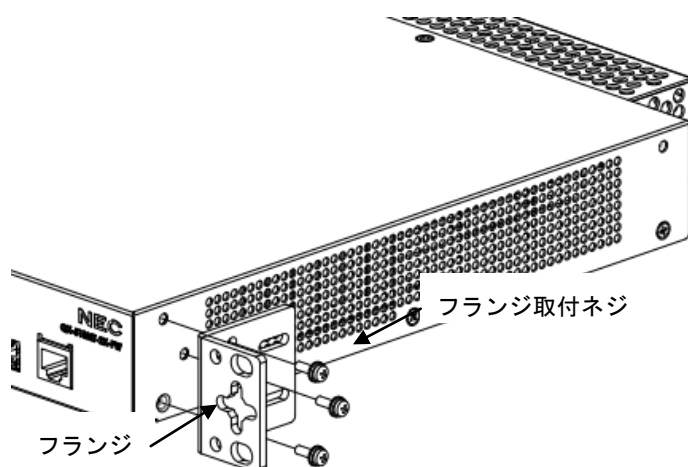

図 3-1 フランジの取り付け (QX-S708GT-2X-PW/QX-S716GT-4X-PW)
- 4) フランジ用として同梱されたネジを使用して、図 3-1 に示すようにフランジを装置フロントパネル側に取り付けてください。